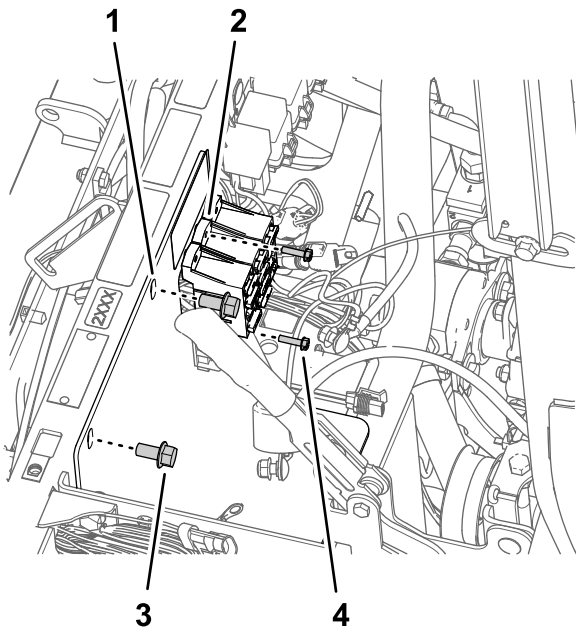

图 169
3. 拆下将保险丝盒固定至电池支架的螺栓 10-24 x ¾ 英寸和螺母 10-24 英寸 图 169。
4. 卸下将电池支架固定至机器减震支撑管的 2 个凸缘头螺栓 $\frac{3}{8} \times \frac{3}{4}$ 英寸 图 169。